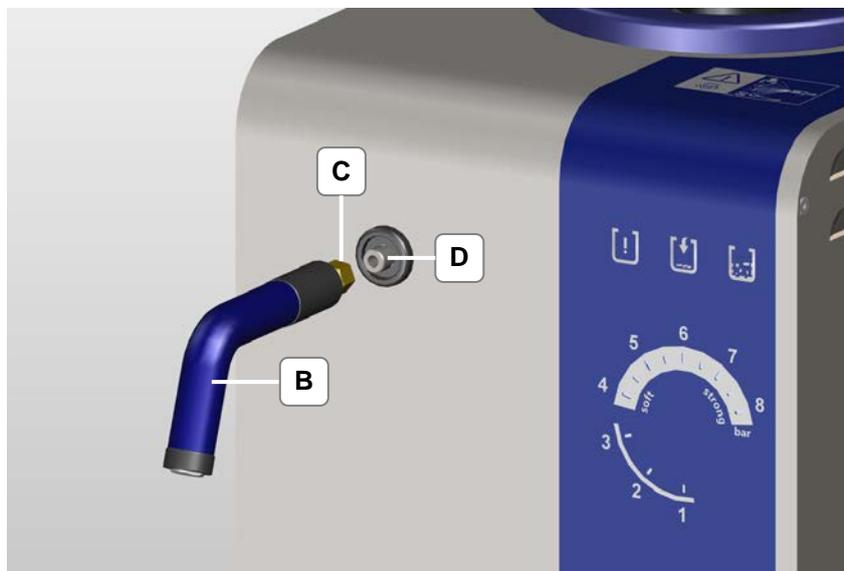

Figure 4.2.2 : visser la tuyère fixe (option)
2. Vissez la tuyère fixe (B) avec l'écrou (C) en la serrant à la main jusqu'à la butée sur le manchon de raccordement (D) de l'appareil (figure 4.2.2).